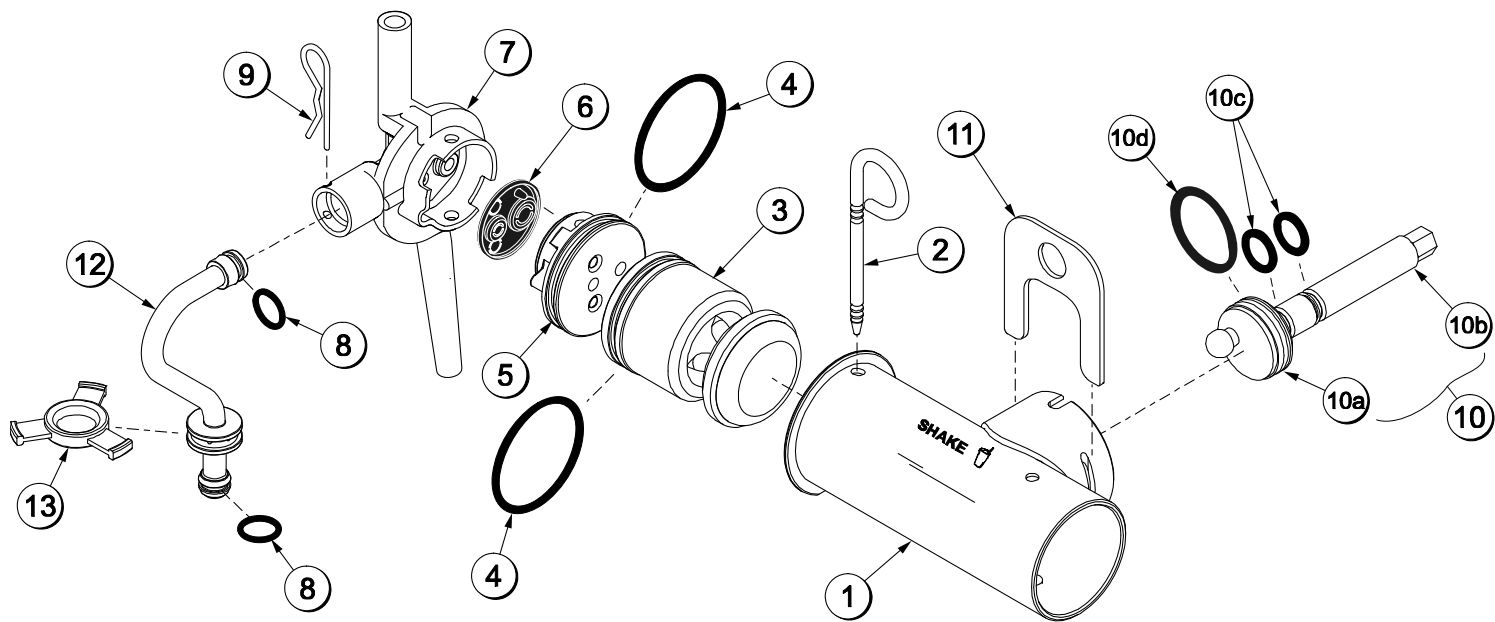

Figura 5
**X57028-XX Conjunto da bomba simplificada para mix - Shake (Veja a Figura 5)**